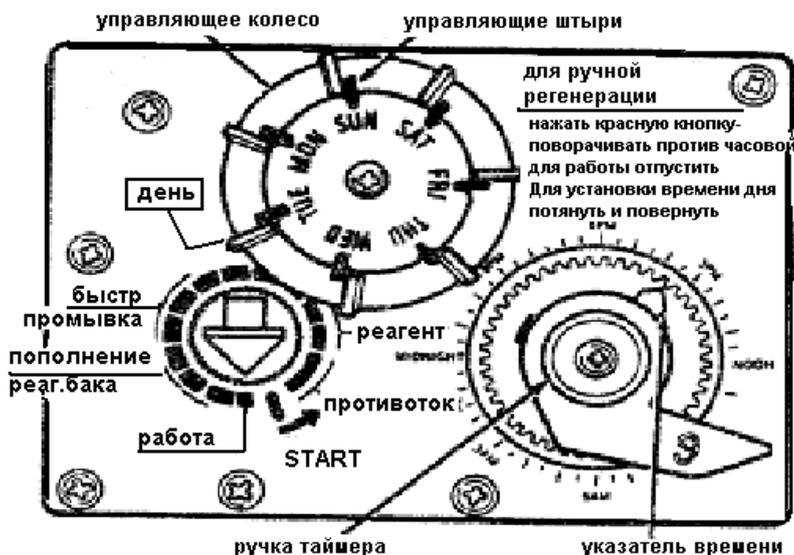

Рис. 5
**ПРИМЕЧАНИЕ:** Последующие операции будут осуществляться посредством вращения ручки с указателем красного цвета (рис.5) и приведением ее в различные положения. Установите отвертку с широким шлицем в отверстие стрелки-указателя и сильно надавите. Придавив переключатель и держа в таком положении, вращайте его **ПРОТИВ ЧАСОВОЙ СТРЕЛКИ** до приведения стрелки в желаемую позицию.